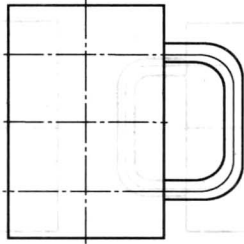

图 2-7 杯子主视图
(5) 单击“层”工具栏，切换到“0层”，单击“绘图”工具栏中的“等距线”按钮，单击立即菜单1选择“链拾取”，单击立即菜单3选择“双向”，距离输入“5”，选择右边的直线，绘制的等距线如图2-7所示。